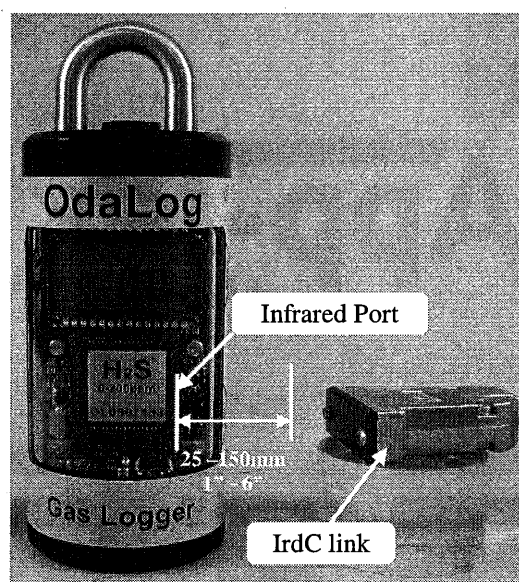

Figure 1
4. 通信のテストができるメインの画面に戻ります。このためには、pg 10 の図 1 に示すように “LINK label”（右側）を IrdC に向けて、OdaLog 赤外線ポートの前に直接置いてください。
OdaLog を “IrdC” モードにした後、接続を開始するために Fig 1 に示す位置に戻してください。